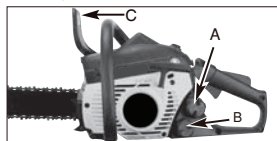

Fig. 7
1. Llene el depósito de combustible (A) con la mezcla de combustible adecuada. (Fig. 7).
2. Llene el depósito de aceite (B) con aceite para cadena y espada correcto (Fig. 7).
3. Asegúrese de que el freno de cadena está activado (C) antes de poner en marcha la unidad (Fig. 7).